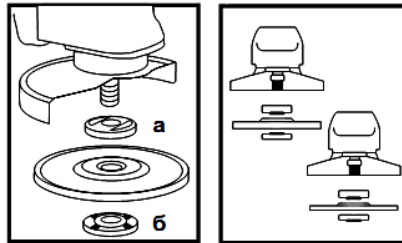

Рисунок 2
**4.4** Встановіть на виріб абразивний шліфувальний або відрізний круг. Для цього натисніть на кнопку фіксації шпинделя (1) і проверніть шпиндель до фіксації. За допомогою вилочного ключа з комплекту виробу відверніть і зніміть затискну гайку (б) (див. рис. 2). Встановіть шліфувальний диск на посадкове місце фланцевої шайби (а) (рис. 2), накрутіть затискну гайку на шпиндель і затягніть її ключем з комплекту виробу.